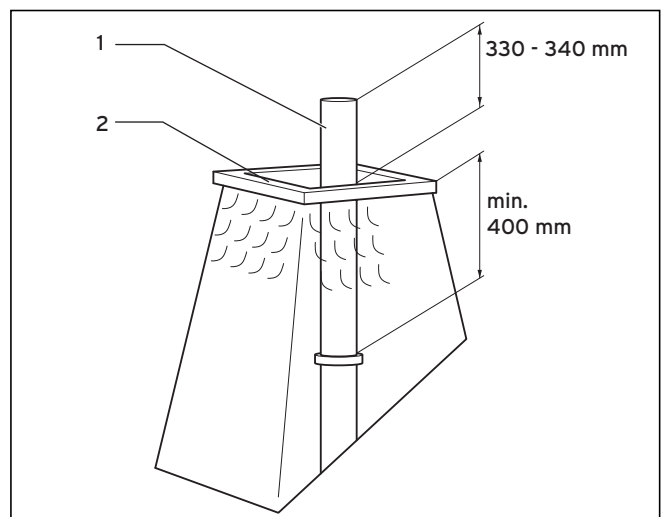

Bild 5.66 Kapa röret av rostfritt stål
- Kapa röret av rostfritt stål (1) enligt bild 5.66.
- Täta skorstenens kant/mynning (2) med silikon.